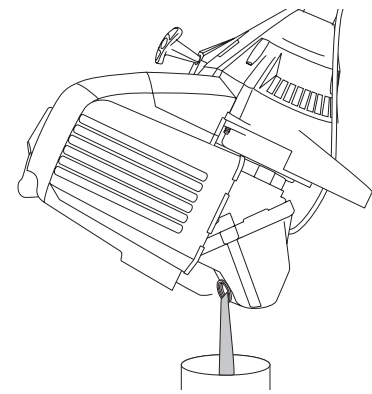

Fig. 30
3. Vierta el aceite fuera del orificio de llenado de aceite en un recipiente inclinando la unidad hasta una posición vertical (Fig. 30). Deje suficiente tiempo como para completar el drenaje.